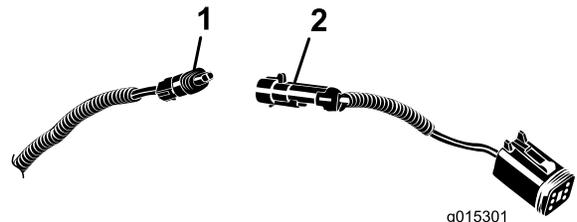

Bild 7
3. Schließen Sie den Kabelbaum des Sitzes vom Kabelbaum der Maschine ab (Bild 7).
5. Schließen Sie den offenen Anschluss am Hauptkabelbaum (an der rechten Seite des Sitzes) an den kurzen Drahtkabelbaum an, der mit dem Sitz geliefert wurde (**Bild 7**).